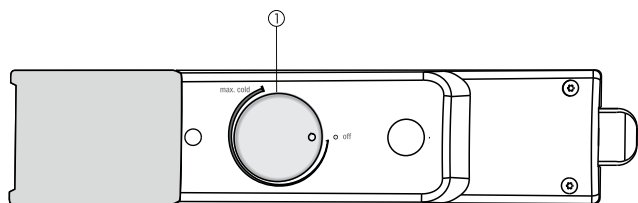

Fig. 2
- ▶ Draai de temperatuurregelaar *Fig. 2 (1)* rechtsonder naar de middelste temperatuurpositie tussen **off** en **max cold** .